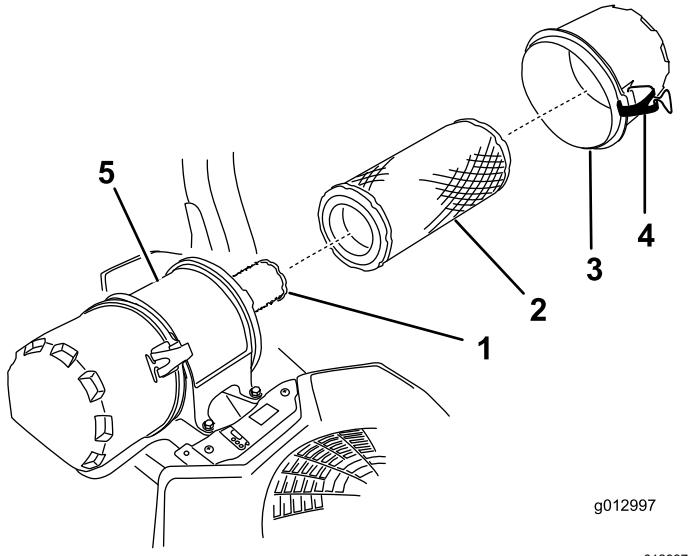

Bild 32
6. Lösen Sie die Riegel am Luftfilter und ziehen Sie die Abdeckung von der Luftfilterabdeckung ab (Bild 32).
8. Schieben Sie den Außenfilter vorsichtig aus dem Luftfiltergehäuse heraus (Bild 32).
2. Wenn Sie den Innenfilter auswechseln, schieben Sie ihn vorsichtig in das Filtergehäuse (Bild 32).
3. Schieben Sie den Außenfilter vorsichtig auf den Sicherheitsluftfilter (Bild 32).